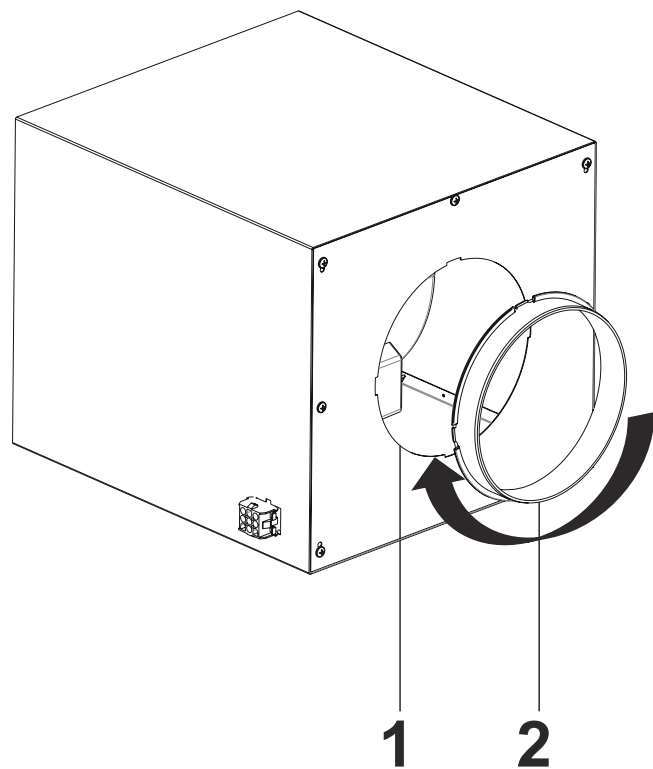

Fig. 21
4. ➔ Sätt in Ø150mm utsugsstosen i det runda hålet och vrid fast det medurs (Fig. 21).